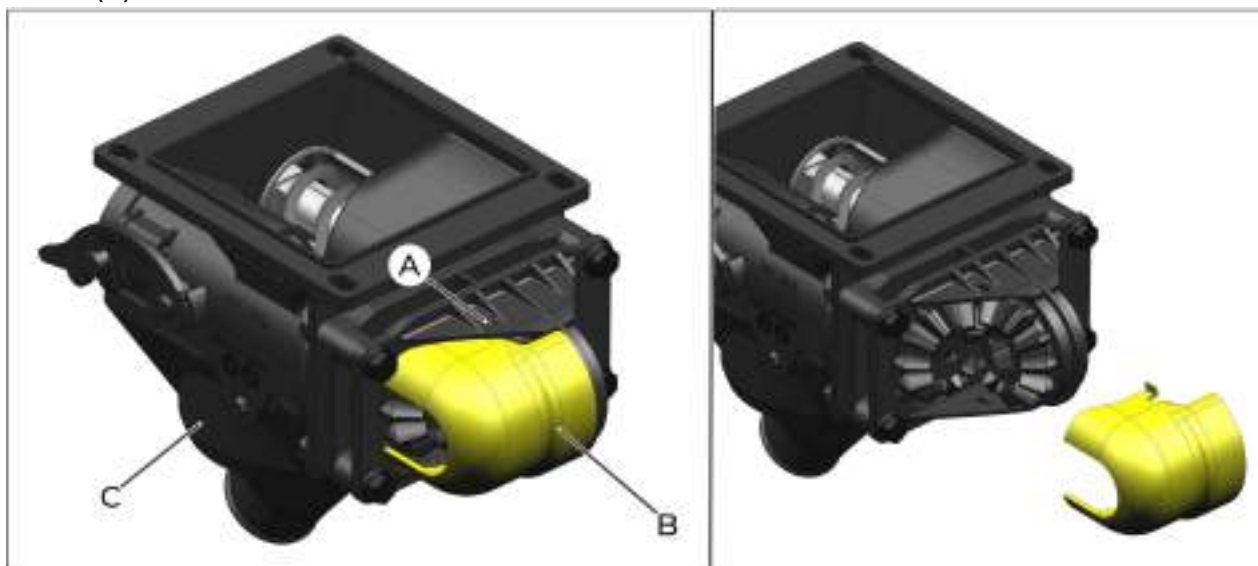

fig. 181
Para realizar a limpeza, manutenção ou substituição dos rolamentos e componentes da transmissão do mancal, pressione o entalhe (A) (*fig. 181*) da tampa frontal (B), removendo a mesma do dosador (C).